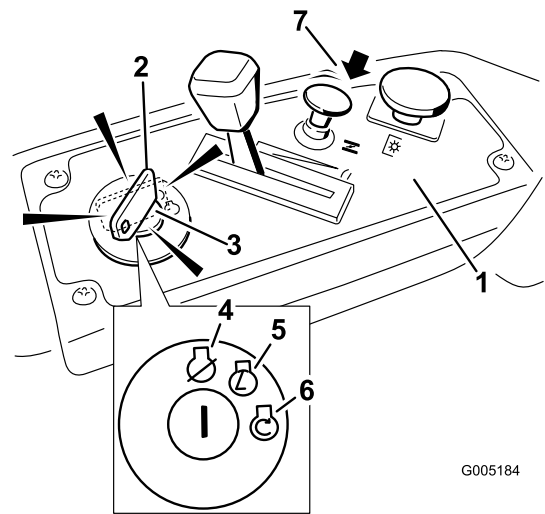

Figura 10
3. Mueva el mando del estérter a la posición de Abierto antes de arrancar el motor si éste está frío (Figura 10).
4. Gire la llave de contacto a Arranque para activar el motor de arranque. Cuando el motor arranque, suelte la llave (Figura 10).
5. Después de que el motor arranque, cierre el estérter (Figura 10). Si el motor se cala o funciona irregularmente, abra el Estérter durante unos segundos. Luego cierre el Estérter y mueva la palanca del acelerador a la posición deseada. Repita este procedimiento tantas veces como sea necesario.
2. Ponga el acelerador a un punto entre Rápido y velocidad media (Figura 10).